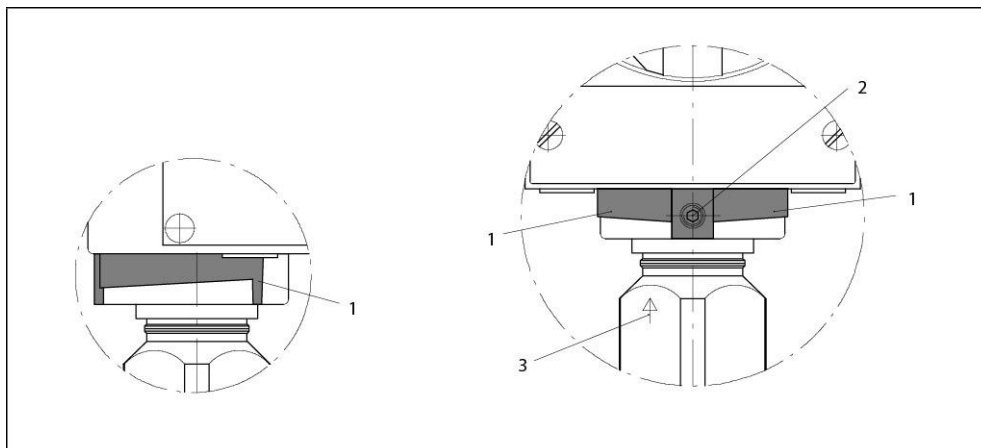

Рис. 28. Диапазон вращения измерительной ячейки (для измерительных преобразователей давления и абсолютного давления из серии для давления)
Диапазон вращения ограничен! Диапазон вращения (см. 1, рис. 28) отмечен на основании корпуса электроники, а на шейке измерительной ячейке есть отметка (3), которая всегда должна оставаться в пределах диапазона вращения.
1. Ослабьте стопорный болт (2) – шестигранная головка 2,5 мм.